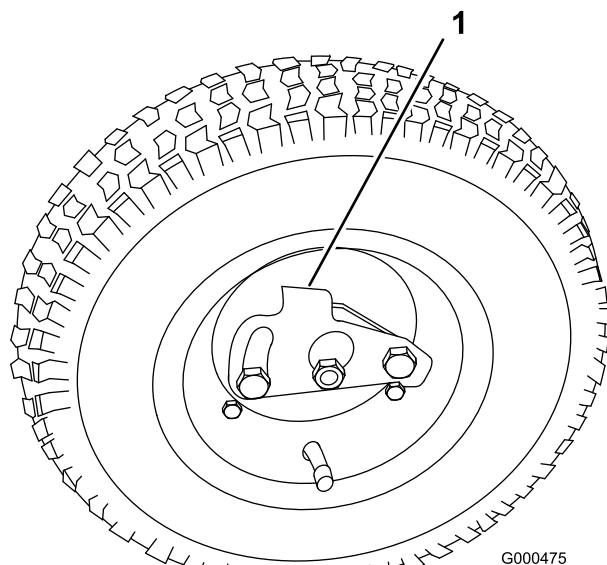

Figura 10
2. Premete la clip di bloccaggio verso il centro della ruota, e collocate quest'ultima sull'albero esagonale (**Figura 10**).